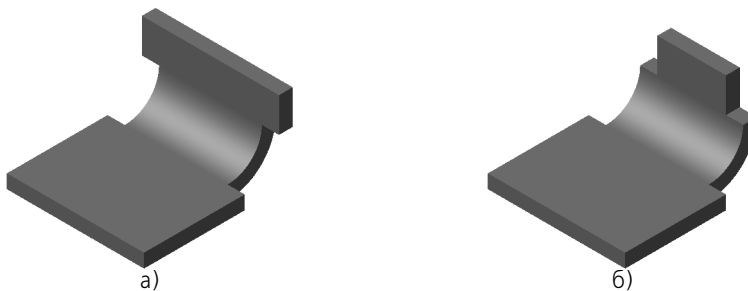

Рис. 108.14. Изменение ширины продолжения сгиба: а) увеличение, б) уменьшение
- ▼ изменение ширины продолжения сгиба (рис. 108.14),